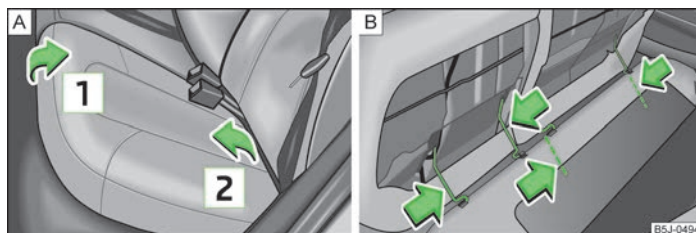

Fig. 42 Rabaterea spre înainte și demontarea suprafeței de șezut
- Ridicați suprafața de șezut în sensul săgeții **1** » fig. 42 și rabatați-o în față în sensul săgeții **2**.
- Apăsăți mânerul din sârmă în sensul săgeții » fig. 42 - **B** și scoateți suprafața de șezut din suport.
- Apăsăți mânerul din sârmă în sensul săgeții » fig. 42 - **B** și montați suprafața de șezut în suport.